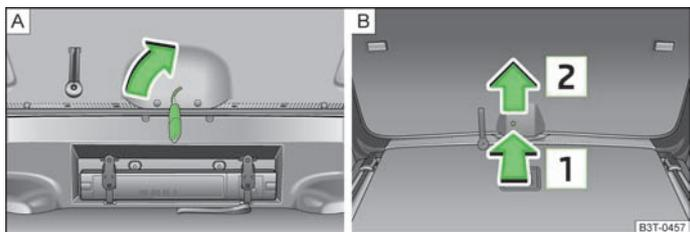

Fig. 21 Sbloccaggio di emergenza del portellone bagagliaio
- Inserire la chiave della vettura nella fessura del rivestimento, sino ad arresto completo » fig. 21 - A.
- Introdurre un cacciavite o un attrezzo simile nell'apertura del rivestimento nel senso indicato dalla freccia 1 » fig. 21 fino all'arresto.
- Sbloccare il portellone nel senso indicato dalla freccia 2 » fig. 21 verso l'alto.